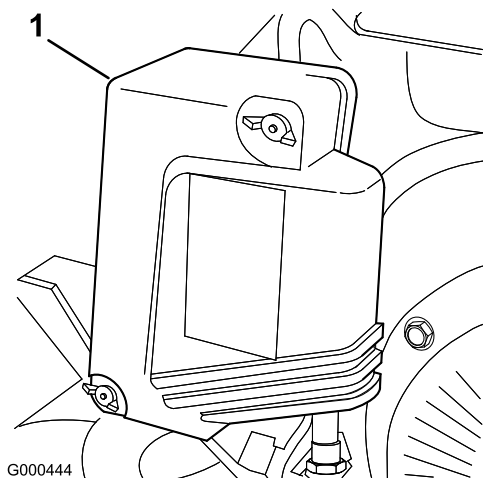

Figura 21
2. Togliete i dadi ad alette che fissano il filtro dell'aria e rimuovete il coperchio (Figura 21).